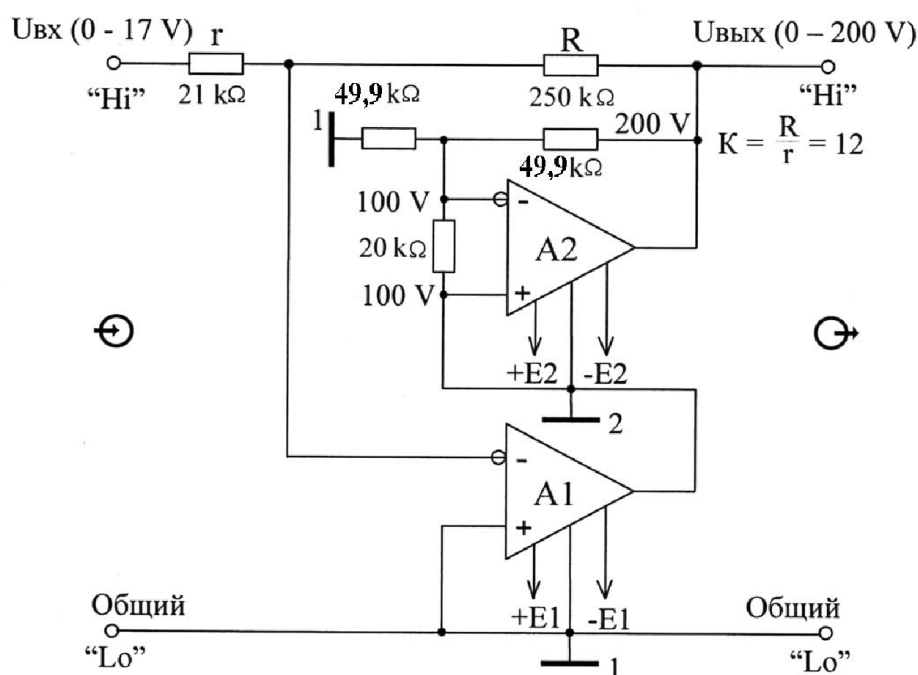

Рисунок 5.7 – Формирование предела «200 V»
5.5.1 Формирование предела «200V» приведено на упрощенной схеме усилителя предела 200 V, рисунок 5.7.
Известные проблемы реализации высоковольтных усилителей обусловлены ограничениями элементной базы (по предельно допустимым напряжениям и мощности). Используемое в приборе решение позволяет значительно смягчить эти проблемы. Так в схеме усилителя 200 V (рисунок 5.7) задача получения напряжения 200 V (постоянного и переменного тока) решается двумя каскадами, каждый из которых способен развивать напряжение 100 V. Каждый из усилителей имеет биполярный источник питания E1 и E2 соответственно, а особенность их соединения заключается в том, что выход первого из них подключен к общей точке источника питания второго усилителя ($\frac{-1}{2}$), гальванически связанной с его неинвертирующим входом. При таком включении потенциал общей точки второго усилителя ($\frac{-1}{2}$) оказывается «поднятым» относительно общей точки ($\frac{-1}{1}$) на уровень выходного напряжения усилителя A1. Коэффициент передачи усилителя A2 равен 2 ($1 + 49,9 \text{ k}\Omega / 49,9 \text{ k}\Omega$). Таким образом выходное напряжение усилителя A1 удваивается, создавая итоговое напряжение на выходе равное $U_{\text{вых}} = U_{\text{вх}} \cdot R / r$ (разделив пополам итоговую «энергетику» на каждый из двух каскадов).